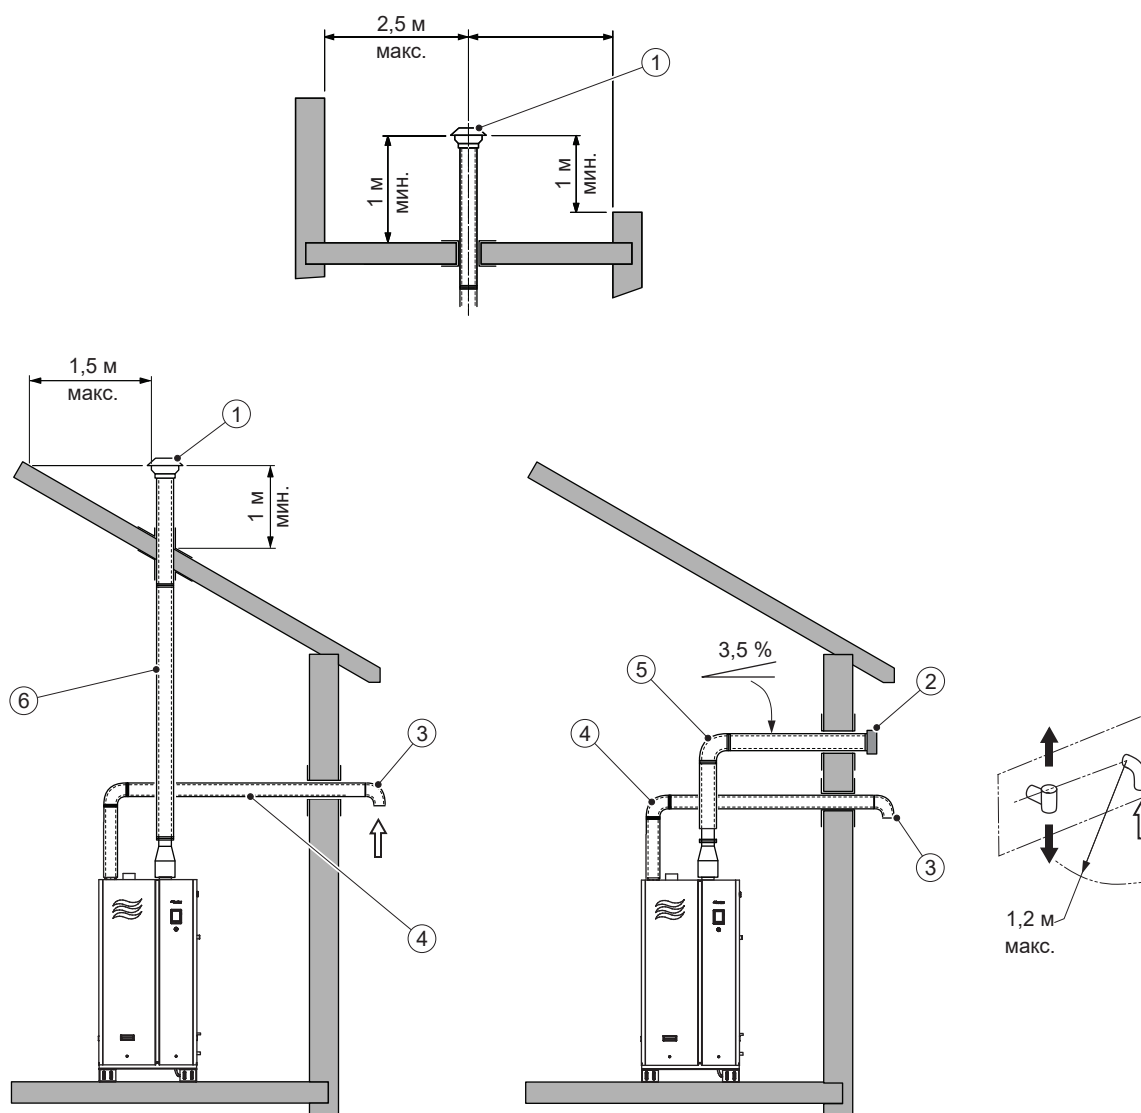
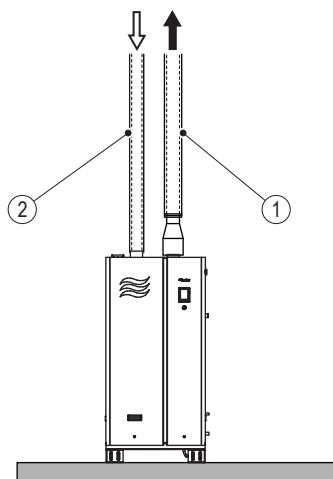
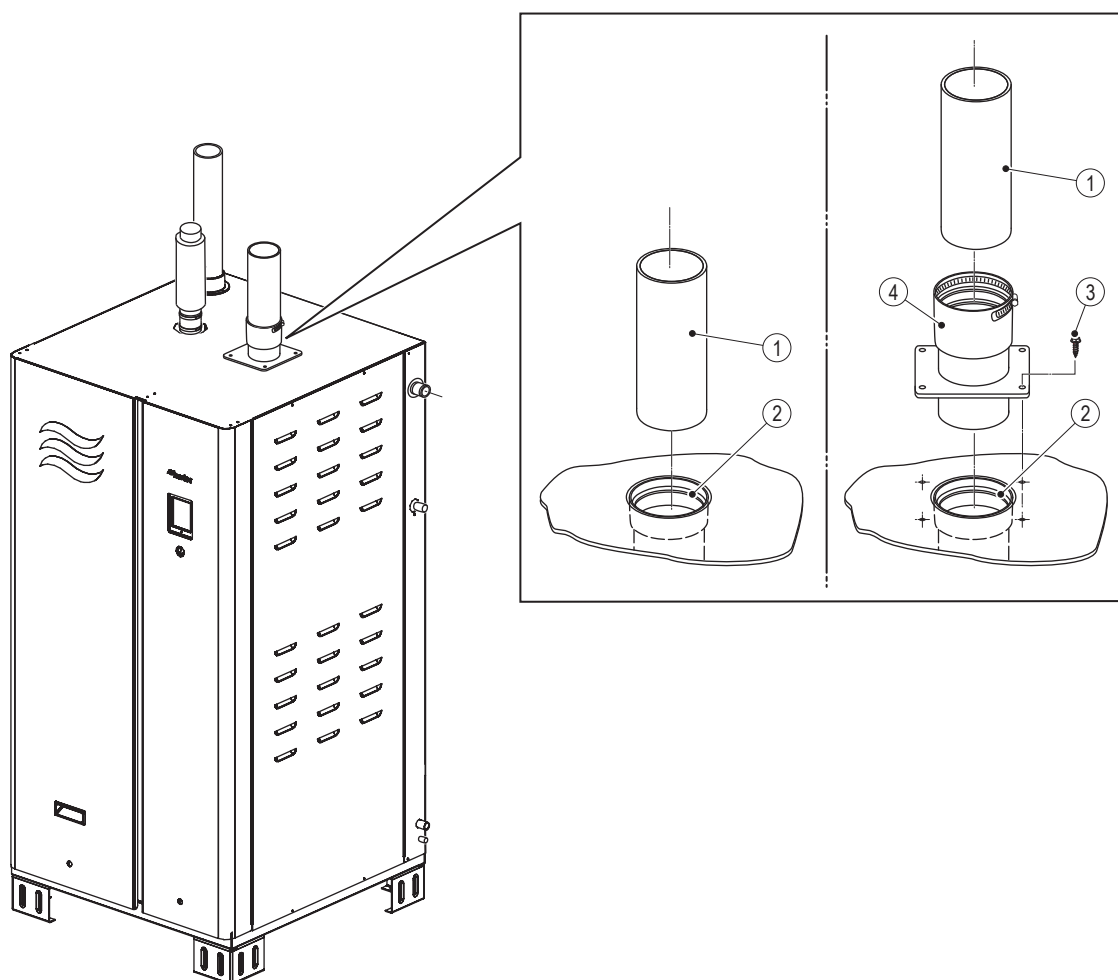

Рис. 18: Монтаж закрытого типа выхлопного воздуховода по классу C53
Рис. 19: Монтаж закрытого типа выхлопного и заборного воздухопроводов по классу С6
Рис. 20: Монтаж выхлопного воздуховода
На рис. 16, стр. 44, рис. 17, стр. 44, рис. 18, стр. 45 и рис. 19, стр. 48 показаны основные типы монтажа воздухопроводов. Также необходимо соблюдать требования действующих норм и правил.
- Выхлопной воздуховод присоединяется к выхлопному патрубку увлажнителя как показано на рис. 20, стр. 49. См. также рис. 19, стр. 48.
- Заборный воздуховод присоединяется к соответствующему патрубку увлажнителя как показано в разделе 5.8.2, стр. 39. См. также рис. 19, стр. 48.
В выхлопном патрубке установлены внутренние прокладки, поэтому использование дополнительного герметика не требуется; см. рис. 20. Иногда может потребоваться использование переходника (в комплект поставки не входит).
Для подключения выхлопного воздуховода сначала необходимо вставить выхлопной патрубок переходник и прикрепить его к верхней панели 4-мя винтами (входят в комплект поставки); см. рис. 20. Затем следует до конца вставить в переходник выхлопной воздуховод и закрепить его хомутом, установленным на переходнике. Использование герметика не требуется.
- пластиковый воздуховод необходимо присоединять непосредственно к выхлопному патрубку увлажнителя; см. рис. 20, стр. 49;